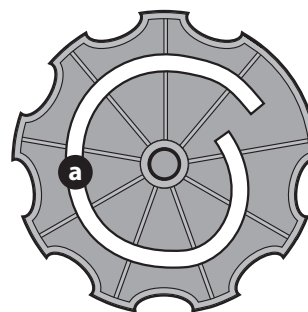

Fig. 14
9. Alignez ensuite la spirale (a) à l'intérieur du bouton d'inclinaison avec la goupille du siège. Assurez-vous que le moyeu situé à l'arrière du siège s'insère correctement dans les grands trous de la plaque latérale (Fig. 14).